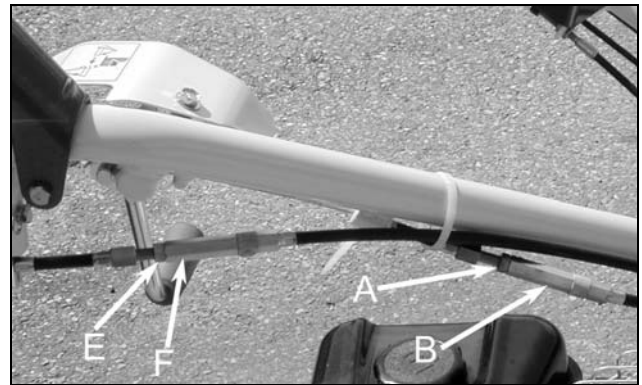

Figure 31
1. Dévissez le contre écrou du système de réglage de tension du câble des lames (figure 31, repère A).
2. Dévissez l'écrou de réglage de tension du câble de transmission (figure 31, repère B).
6. Dévissez le contre écrou du système de réglage de tension du câble de transmission (figure 31, repère A).
7. Vissez l'écrou de réglage de tension du câble de transmission (figure 31, repère B).